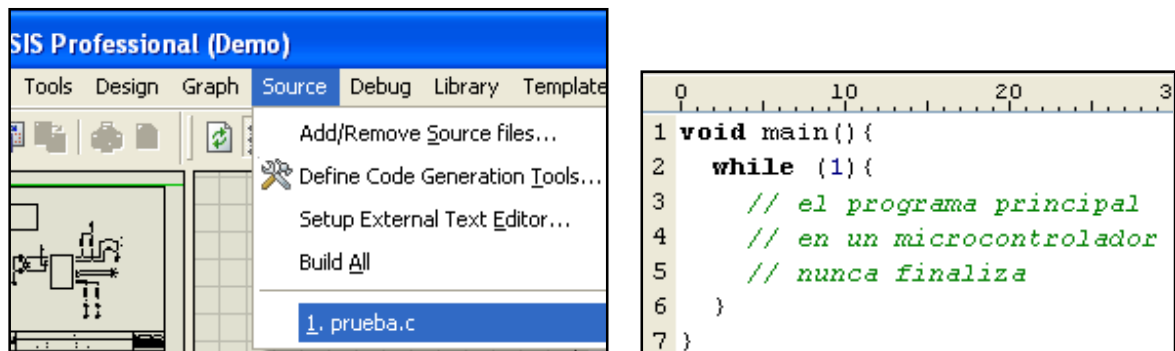

Figura 10.
- En el editor de texto escriba el cuerpo vacío de un programa en C. Recuerde los programas que normalmente compilamos en los microprocesadores, eventualmente terminan. A diferencia de estos, los programas normalmente compilados para micro controladores no terminan por lo que el programa principal es un bucle infinito (figura 10).